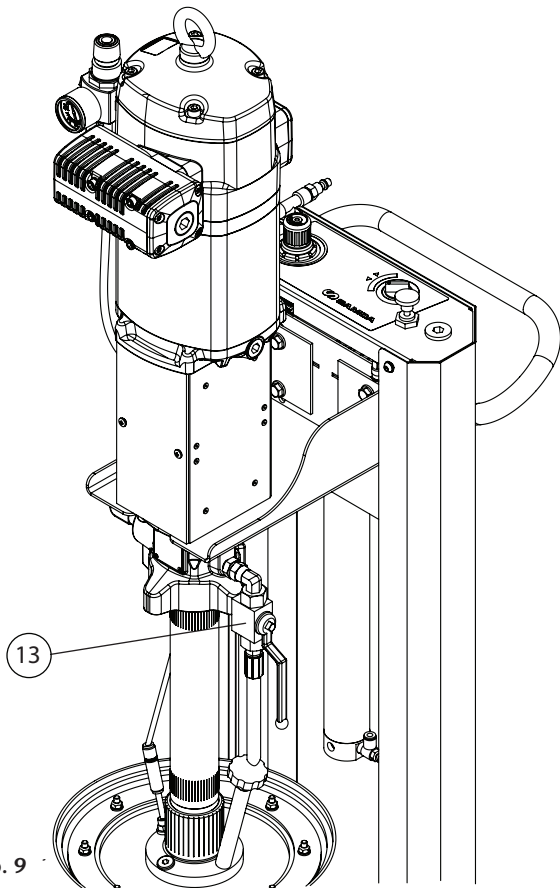

Abb. 9
- Öffnen Sie das Entlüftungsventil (13). Die Pumpe kann nun eventuell eingeschlossene Luft ausstoßen (Abb. 9).
- Schließen Sie das Entlüftungsventil der Pumpe (13), sobald die im Material eingeschlossene Luft aus dem Ventil gepumpt ist (Abb. 9).
- Abra a válvula de purgado de a bomba, (pos. 13) para eliminar o ar que se encontra dentro dela (Fig. 9).
- Fechar a válvula de purga, (pos. 13), no momento que não saia ar bloqueado com fluido através desta (Fig. 9).